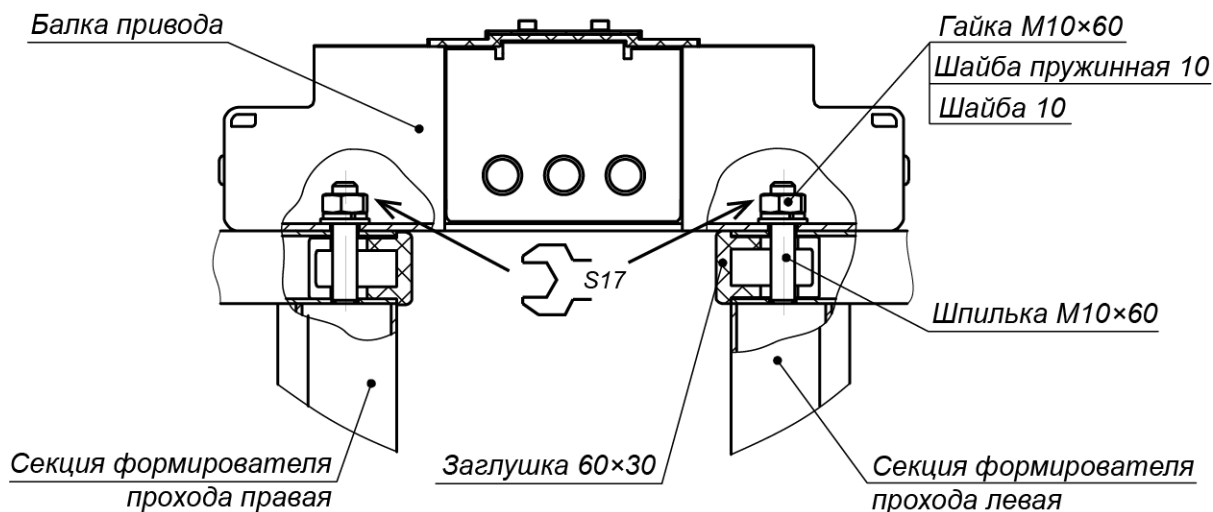

Рисунок 15. Крепление балки привода (8) к секциям (6) формователя прохода
- Используя две стремянки, осторожно установите балку сверху на турникет, при этом две шпильки, расположенные на секциях (6) формирователя прохода, должны попасть в соответствующие отверстия в балке. Будьте внимательны – не повредите соединительные кабели!
- Придерживая балку, осторожно приподнимите ее со стороны стойки с преграждающими планками (5) и пропустите концы кабелей в соответствующие отверстия балки привода: кабели индикации (12) из балки опорной (7), а также кабели питания и управления из стойки с преграждающими планками (5) (для варианта прокладки внешних кабелей снизу). Временно закрепите их внутри балки (к примеру, с помощью скотча).
- Закрепите балку привода на секциях (6) формирователя прохода двумя гайками М10 с шайбами (см. рис. 15), накрутив их на шпильки с помощью торцового ключа S17. Затяжка гаек предварительная, для возможности регулировки положения.